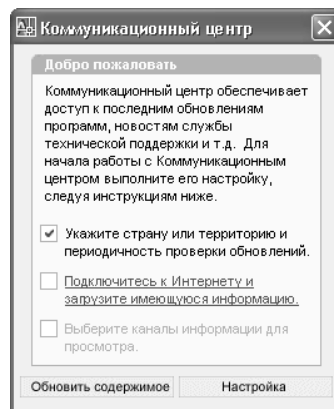

Рис. 1.10 ▼ Диалоговое окно **Коммуникационный центр** (Communication Center) после настройки параметров
8. Диалоговое окно **Настройка** (Configurations Settings) примет вид, показанный на рис. 1.10. Ничего не меняя, щелкните на кнопке закры-